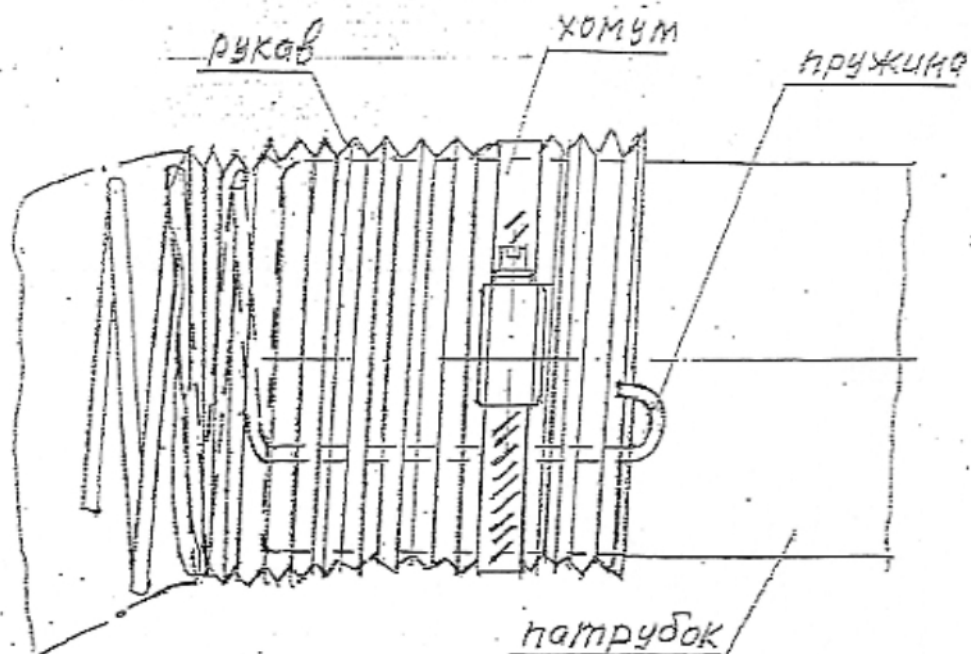

Рис.13
5. Присоединить гибкие рукава Ø 100 мм поз.20 к патрубкам вентилятора и воздуховода хомутами 19, предварительно равномерно расправив пружину внутри рукава и закрепив ее концы на патрубках в соответствии с рис. 13.